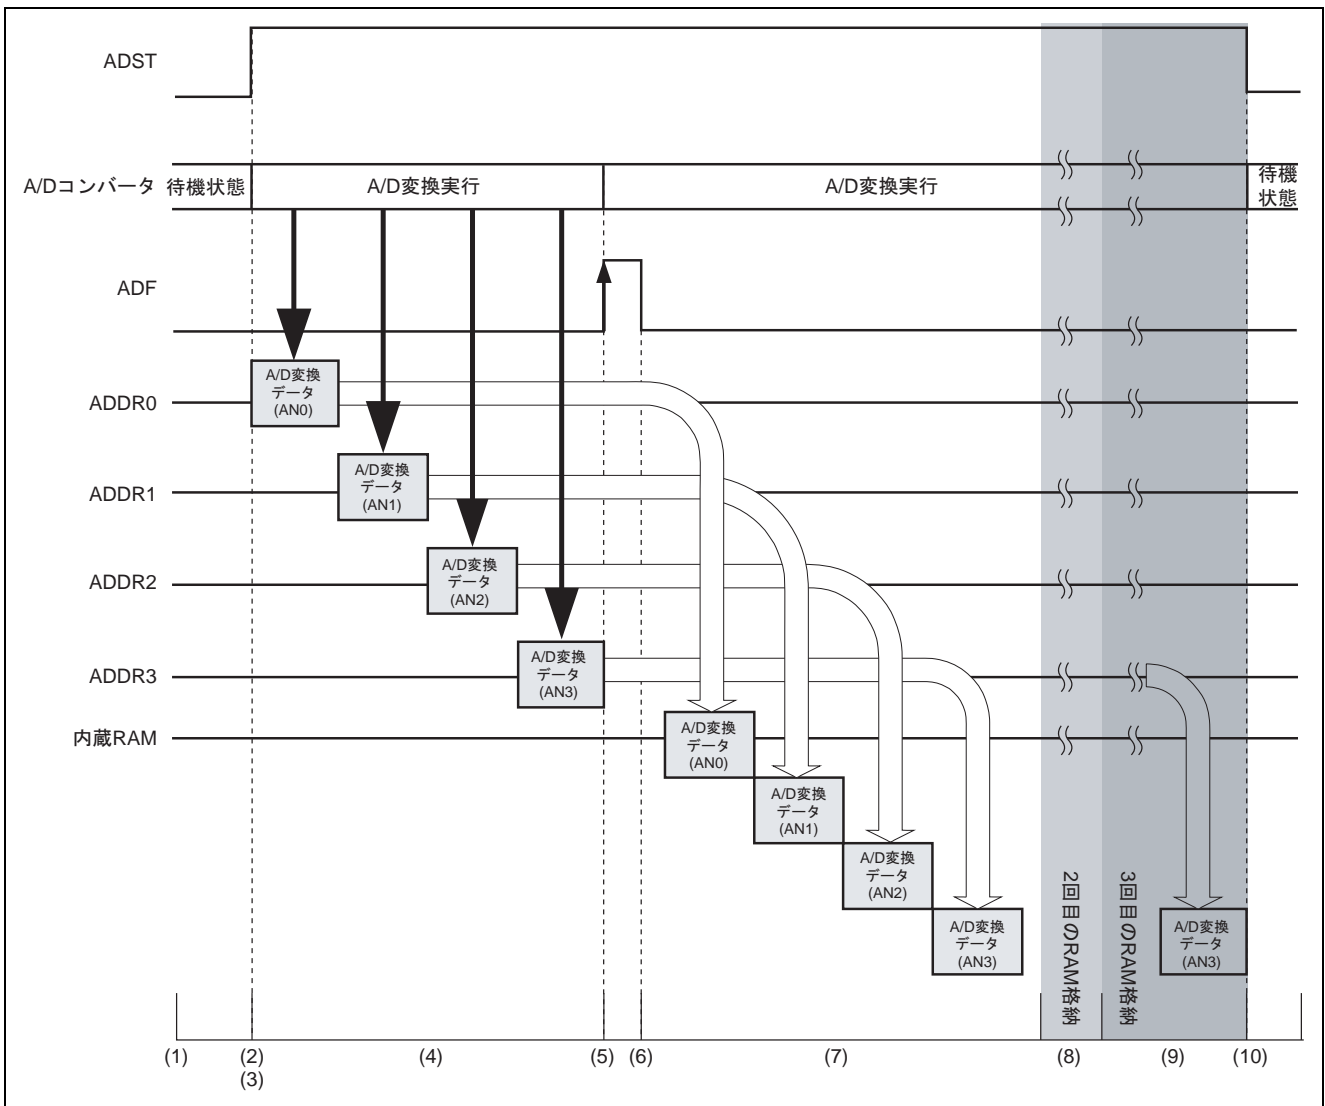

図 4 A/D 変換詳細タイミング
さらに詳細なタイミングを図 4 に示します。また、その処理内容を表 3 に示します。
まず、ADCSR_0 および ADCR_0 によりモード、チャンネル、クロック等を選択します (図 4 (1))。
次に、ADCR_0 の ADST ビットを '1' にセットして A/D 変換を開始します (図 4 (2) (3))。各チャンネルの A/D 変換が 1 回終了するごとに変換データは順次 ADDR0 ~ ADDR3 のビット 15 からビット 6 に格納されます (図 4 (4))。すべてのチャンネルの変換が終了すると ADF ビットが '1' にセットされます (図 4 (5))。連続スキャンモードでは、指定したチャンネルごとの A/D 変換では ADST ビットがクリアされず、A/D 変換を停止させるまで連続して実行し続けることが可能です (本応用例では AN0 ~ AN3 の A/D 変換が停止させるまで複数回行われます)。A/D 変換が行われるごとに変換データは ADDR0 ~ ADDR3 に格納されます。そして、ADF ビットを '0' にクリアし、ADDR0 ~ ADDR3 のデータを内蔵 RAM に格納します (図 4 (6) (7))。
図 4 (3) ~ (7) を 2 回繰り返します (図 4 (8) (9))。RAM 格納 3 回目は、ADDR0 ~ ADDR3 のデータを内蔵 RAM に格納した後、ADST ビットをクリアして A/D 変換を停止させます (図 4 (10))。他のモードと異なり、連続スキャンモードでは ADST ビットは自動クリアされません。